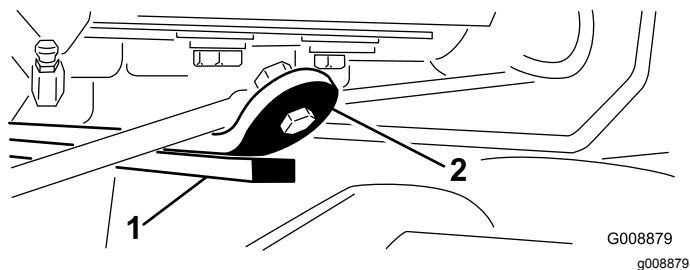

図 14
3. エンジンを始動し、昇降アームを上昇させて、後カuttingユニット上部にあるウェアバーとバンパーストラップとの間のすき間が、0.51-2.54 mm になっていることを確認する 図 14。